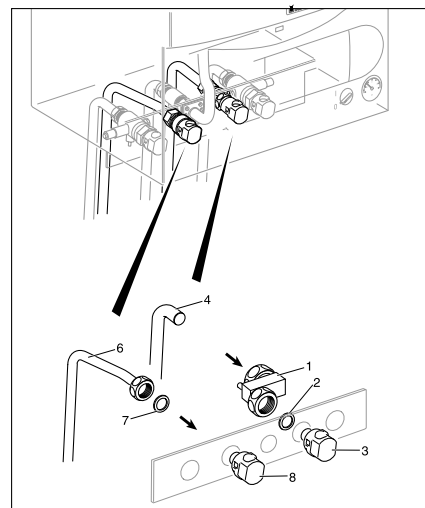

图 7.10 冷水管和生活热水管的安装
- 将15mm (36kW 为22mm) 的燃气连接件 (1) 与设备的燃气接口 (2) 相连；
- 将不小于15mm (36kW 为22mm) 直径的燃气供应管 (3) 接到管件 (1) 的另一端；
7.8 冷水管和生活热水管的连接(参见图 7.10)